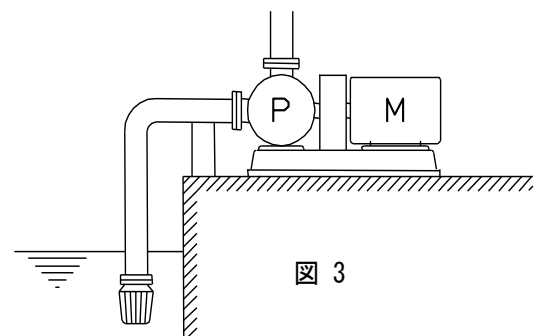

図3
- (c) 吸込配管は図3のようになるべく短く、かつ曲りを少なくし、ポンプに向かって上がり勾配として、仕切弁は設けないようにしてください。このとき、吸込配管の接続部から空気を吸いこまないように、シールは十分に行ってください。